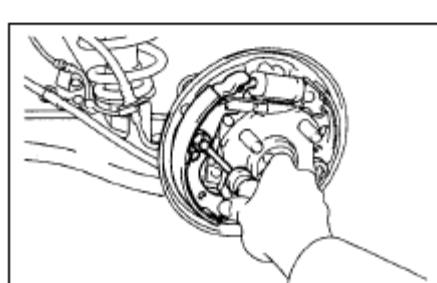
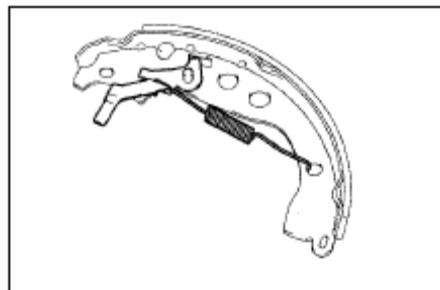

Рис. 293
Рис. 294
(1) Снимите торцевую крышку специальным инструментом, удалите пружину и шпильку(рис. 293).
- (2) Отсоедините возвратную пружину, и снимите тормозную колодку стояночного тормоза.
- (3) Отсоедините левый установочный штифт тормозной колодки стояночного тормоза.
**Отсоедините левую тягу автоматической регулировки тормоза и ее пружину.(рис.294)**